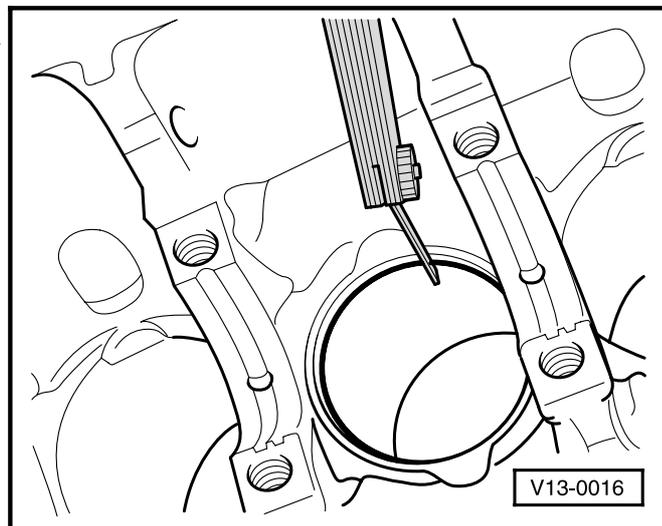

Рис. 3: Проверка высотного люфта поршневого кольца ►
- проверка высотного люфта ⇒ Рис. 3 в **13-4** страница 4